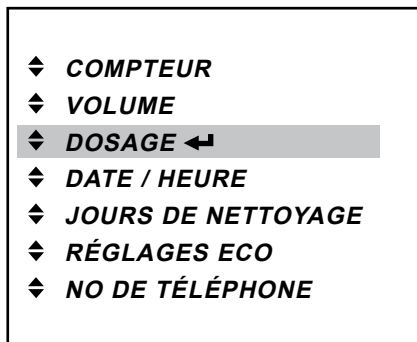

Fig. 35
1. Appuyez sur la touche d'entrée **↵** pour afficher le menu « DOSAGE ». (Fig. 35)